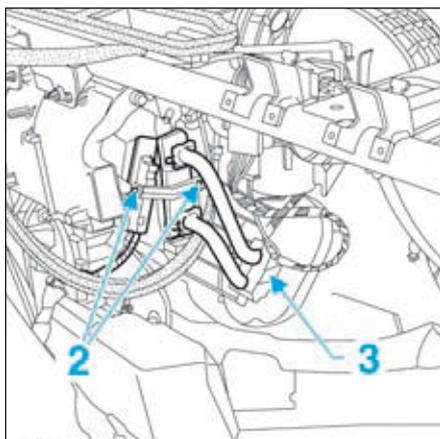

FIG.3
- les vis de fixation (2) du maintien des canalisations du radiateur de chauffage (Fig.3),
- la bride (3).